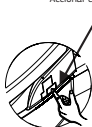
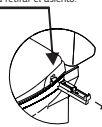

Fig 14
Fig 15
- 8** Retirar o suporte de Led(1) (fig 14), colocar as pilhas «AAA», colocar a proteção do alojamento e reposicionar o suporte no assento . (fig 15)
Remove the Led base(1) (fig 14), insert batteries «AAA», replace the cover and the seat support. (fig 15)
Retirar el soporte de Led(1) (fig 14), colocar las pilas «AAA», colocar la protección del alojamiento y reposicionar el soporte en el asiento . (fig 15)